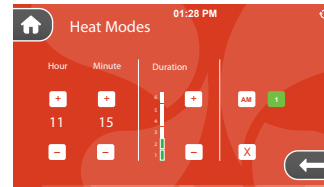

Figure 4
4. Appuyez sur la touche pour activer le réglage 1 et rendre la touche verte, Figure 4. Vous pouvez désactiver le réglage en appuyant sur la touche .